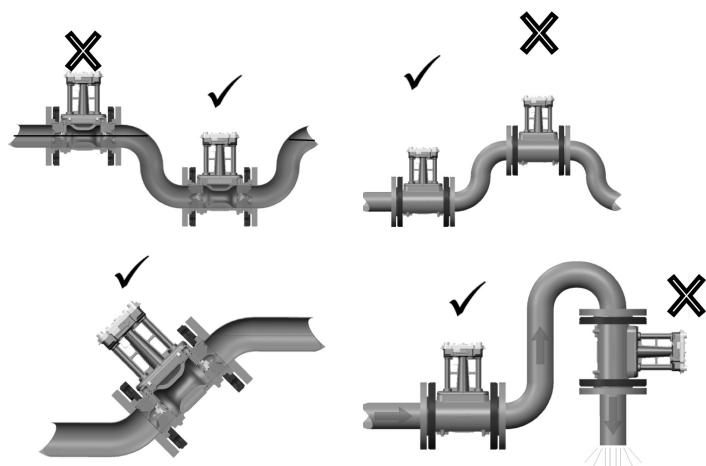

Fig. 3: il sensore deve essere sempre riempito completamente con il liquido
- Per le temperature medie superiori ai 130°C un flussometro con isolamento termico va installato in modo tale che l'elettronica sia posizionata accanto e non sopra la condutture (vedi fig. 2). Dopo l'installazione assicurarsi che il sensore di flusso sia sempre riempito con il liquido (vedi fig. 3).